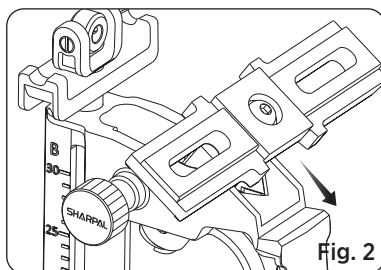

Fig. 2
**Tips:** Kontrollera att vridknoppen är lossad före användning. (Se Fig. 2)